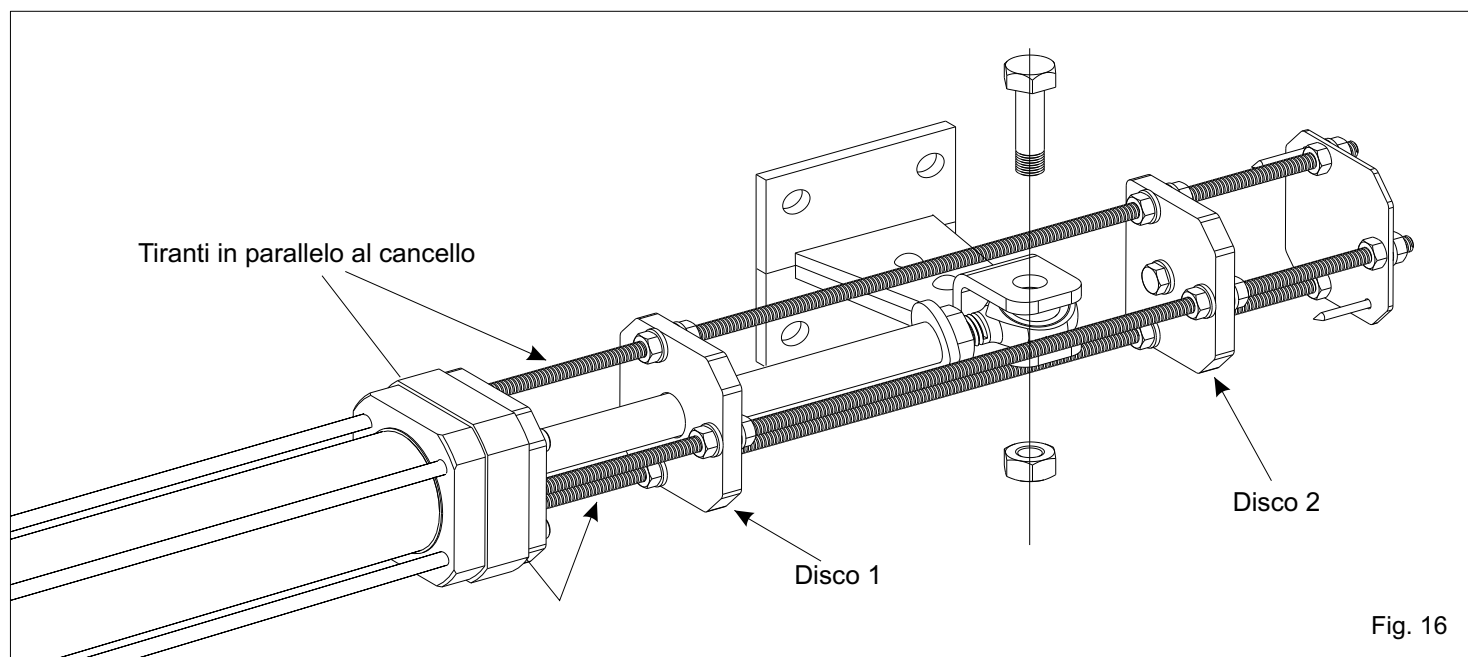

Fig. 16
- Mettere le battute di fine corsa sulla flangia anteriore dell'unità con i due tiranti (dei tre in totale presenti sulla battuta) che stanno in parallelo al cancello (Fig. 16)